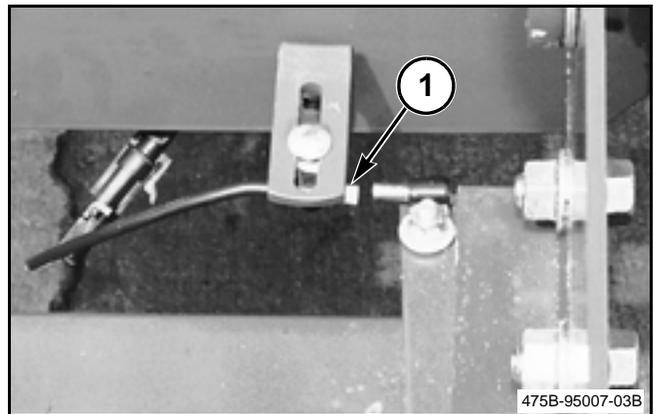

FIG. 20
FIG. 20: Si tiene, el interruptor de bajada de la vertedera de fardos (1) está ubicado en la esquina inferior trasera del lado derecho del enfardador. Este interruptor se utiliza para alertar al operador si la vertedera de fardos de rodillos no está abajo cuando el enfardador está operando.